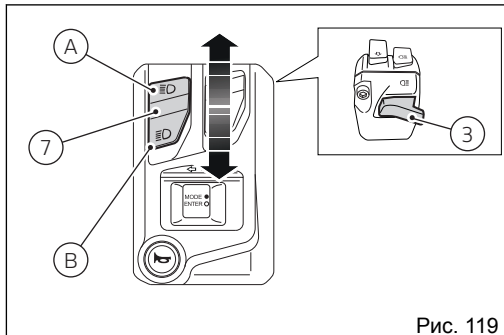

Рис. 119
Если активируется фара ближнего света, можно включить и фару дальнего света, переводя кнопку (7, Рис. 119) в положение (A), или выполнить мигание кнопкой (3, Рис. 119).
ближний/дальний свет фары, перемещая кнопку (7, Рис. 119) в положения (B) и (A) или выполнить мигание дальним светом кнопкой (3, Рис. 119) на левом переключателе.
При нажатии кнопки (7, Рис. 119) включаются фары ближнего или дальнего света, а дневные огни DRL выключаются. При отпускании кнопки фар (7, Рис. 119) дневные огни DRL снова автоматически включаются.